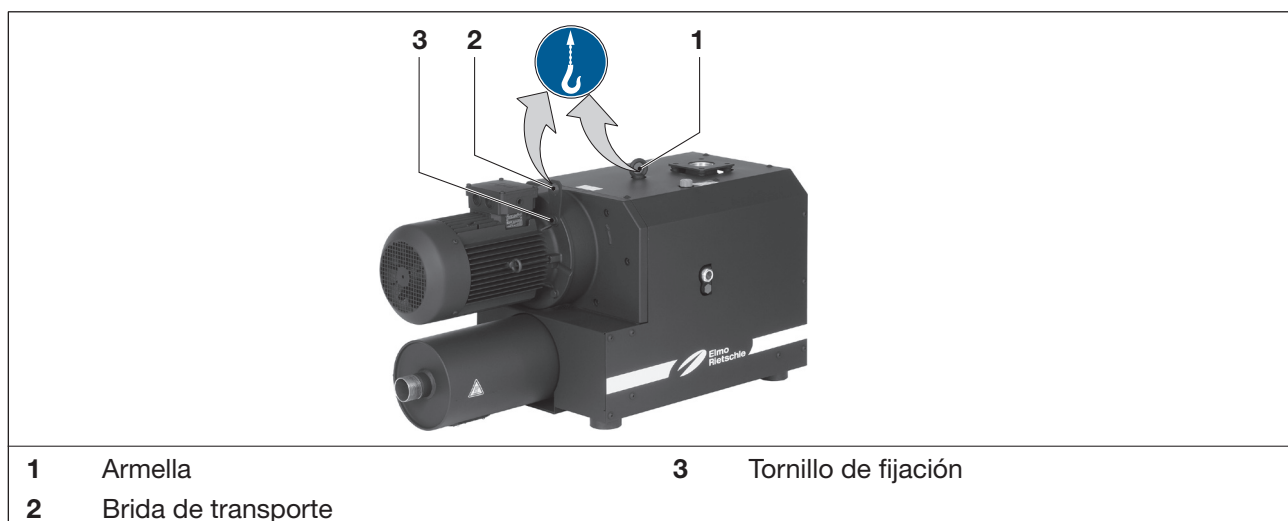

Fig. 1 Dispositivos para la elevación y el transporte
- b) Apretar bien la armella (Fig. 1/1) y el tornillo de fijación (Fig. 1/3) a la brida de transporte (Fig. 1/2).